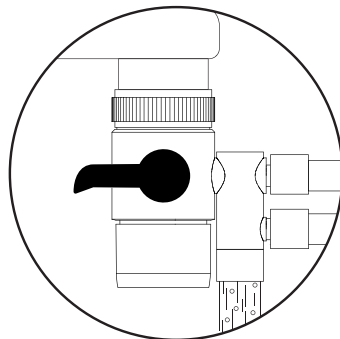

рис. 6
2. Не выключая воду, поверните рукоять дивертора в горизонтальное положение и подождите, пока фильтр полностью заполнится водой - вода будет выходить через малый аэратор дивертора сплошным потоком (рис. 6).